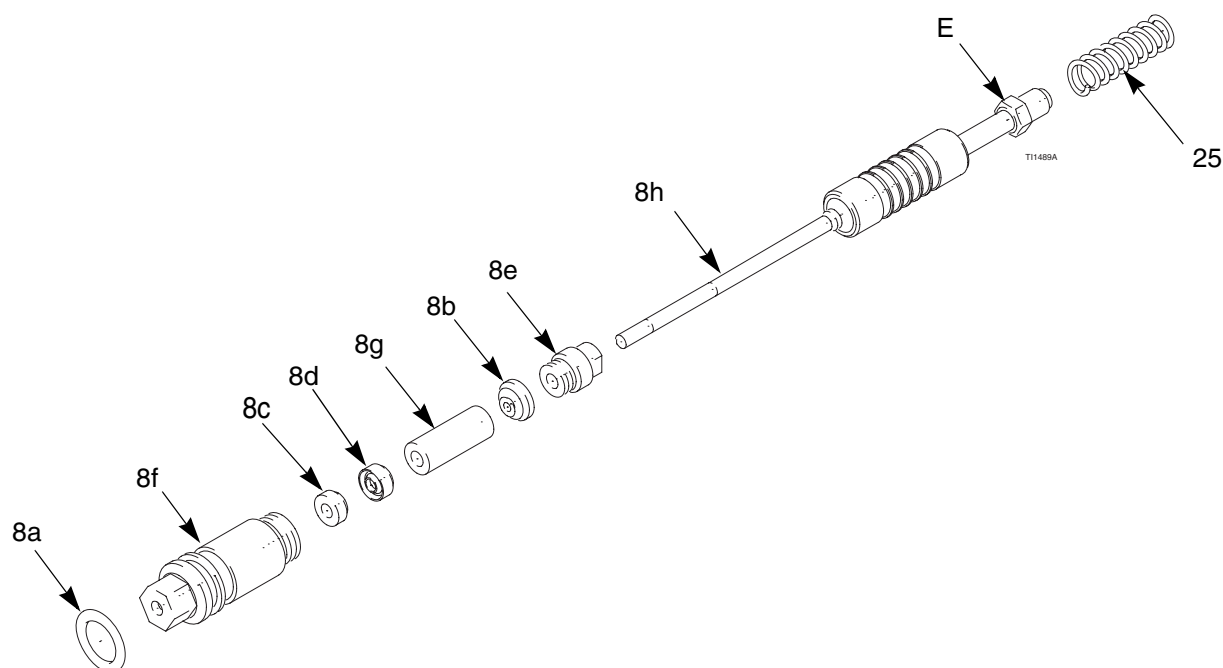

Fig. 24. Asta premiguarnizioni
1. Montare il dado premiguarnizioni (8e) e l'anello di tenuta (8b) sull'asta del fluido (8h). Le rondelle sul dado premiguarnizioni devono essere rivolte verso la parte posteriore dell'asta del fluido. L'anello di tenuta della guarnizione deve essere rivolto lontano dal dado premiguarnizioni. Vedere Fig. 24.
6. Installare la molla (25) sul dado (E) come indicato.
7. Installare l'asta delle guarnizioni del fluido (8) sul canotto della pistola. Utilizzando utensile multiuso (40), serrare il gruppo quanto basta e verificare la libertà di movimento sull'asta del fluido.
9. Installare il braccio dell'attuatore (29) ed il contro-dado (28). Vedere pagina 39.
11. Installare l'involucro della pistola (2) e il cappello aria, pagina 34.